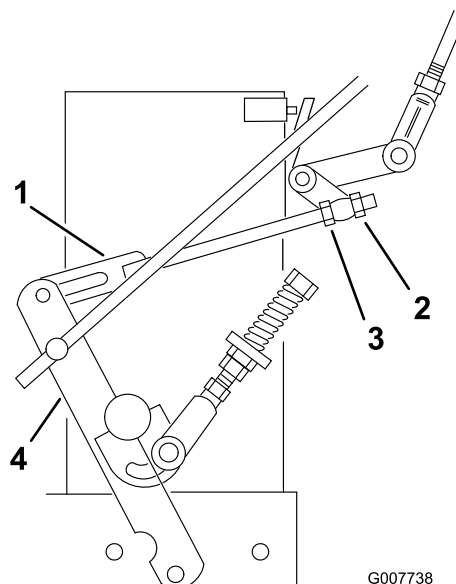

Рисунок 36
8. Ослабьте переднюю регулировочную гайку на левом рычажном механизме управления гидравликой, как показано на Рисунок 36.
9. Поворачивайте левую заднюю регулировочную гайку против часовой стрелки до тех пор, пока колесо не начнет вращаться вперед (Рисунок 36).
10. Поворачивайте заднюю регулировочную гайку по часовой стрелке по 1/4 оборота за раз. Затем переведите рычаг управления скоростью вперед и назад в НЕЙТРАЛЬНОЕ положение. Повторяйте это действие до тех пор, пока левое колесо не прекратит вращаться вперед (Рисунок 36).